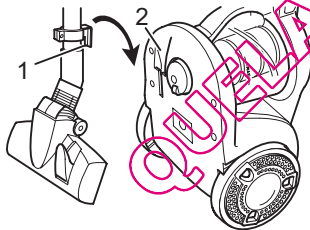

Abb. 15
- Zum **Aufbewahren** können Sie den Verstauelement (Abb. 15/1) des Teleskoprohrs in die Verstauelement (Abb. 15/2) unten am Bodenstaubsauger einhängen.